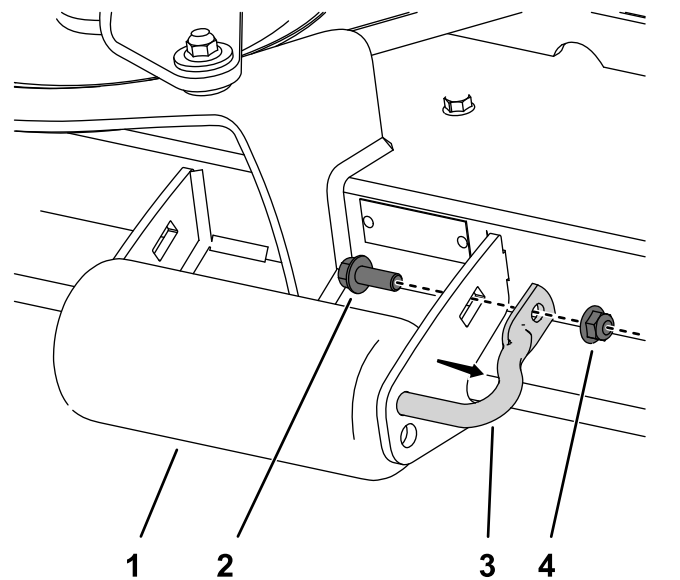

Bild 15
1. Nehmen Sie die Befestigungen von den Rollenwellen ab (Bild 15).